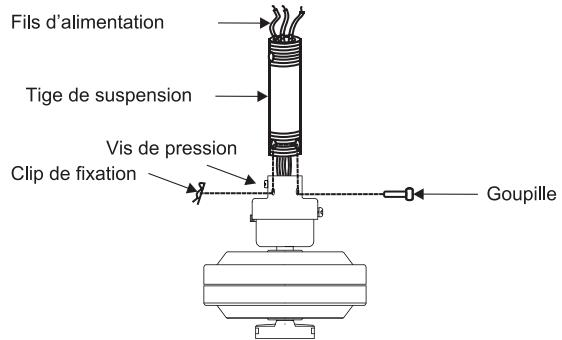

Fig. 8
Étape 6. Desserrez les deux vis de pression et enlevez la goupille ainsi que le clip de retenue du couplage sur le dessus du moteur (Fig. 8).
Replacez ensuite la goupille et le clip de retenue. Serrez les deux vis de pression (Fig. 8)